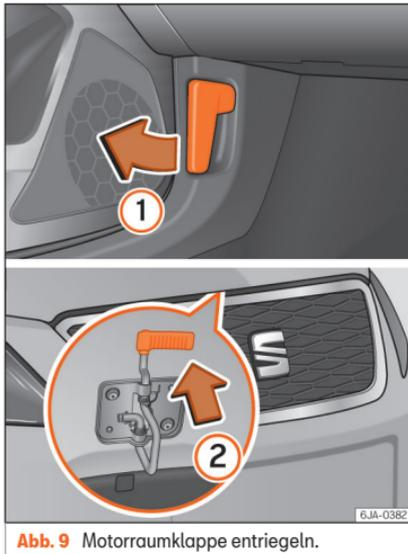
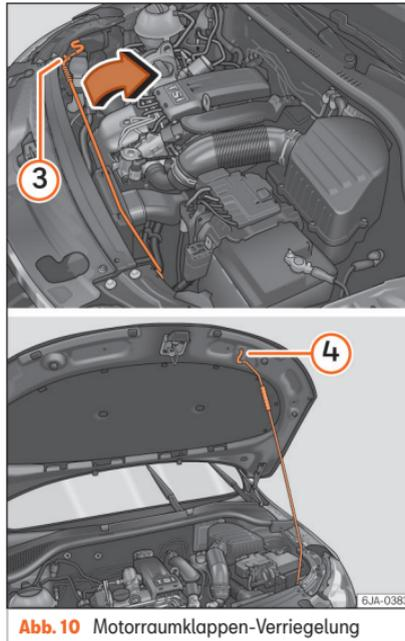

Abb. 9 Motorraumklappe entriegeln.
Abb. 10 Motorraumklappen-Verriegelung
- Öffnen Sie die Tür und ziehen Sie an dem Hebel unterhalb der Instrumententafel »» Abb. 9 ①.
- Zum Anheben der Motorraumklappe drücken Sie die Wippe unterhalb der Motorhaube nach oben ②. Dabei wird der Fanghaken entriegelt.
- Öffnen Sie die Motorraumklappe. Rasten Sie die Haltestange in Pfeilrichtung aus »» Abb. 10 ③ und setzen Sie sie in die dafür vorgesehene Aufnahme in der Motorraumklappe ein ④.